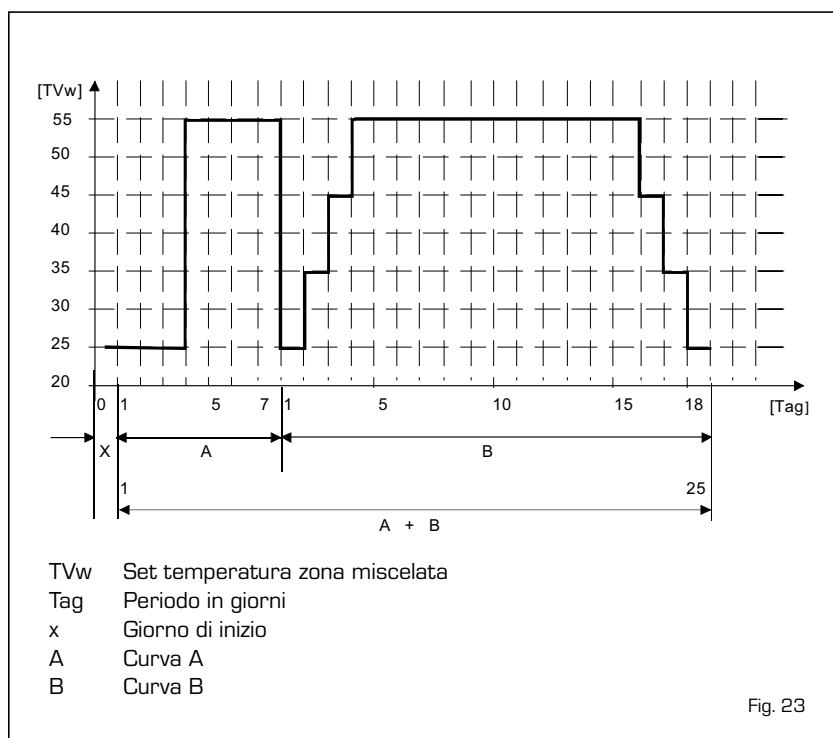

Fig. 23
4.5.2 Funzione asciugatura massetto (fig. 23)
richieste calore (riscaldamento, sanitario, antigelo e spazzacamino). Durante il funzionamento il display visualizza i giorni rimanenti per il completamento della funzione (es. digit principali -15 = mancano 15 giorni alla fine della funzione). Il grafico di fig. 23 riporta l'andamento delle curve.